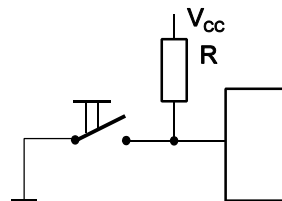

Abb. 2
3. Ein Taster ist gemäß Abb. 2 an einen Digitalschaltkreis angeschlossen. Die Speisespannung ( $V_{CC}$ ) beträgt 3,3 V, der minimale Schaltstrom 1 mA. Weshalb ist es zweckmäßig, diesen Wert einzuhalten? Dimensionieren Sie den Widerstand R.